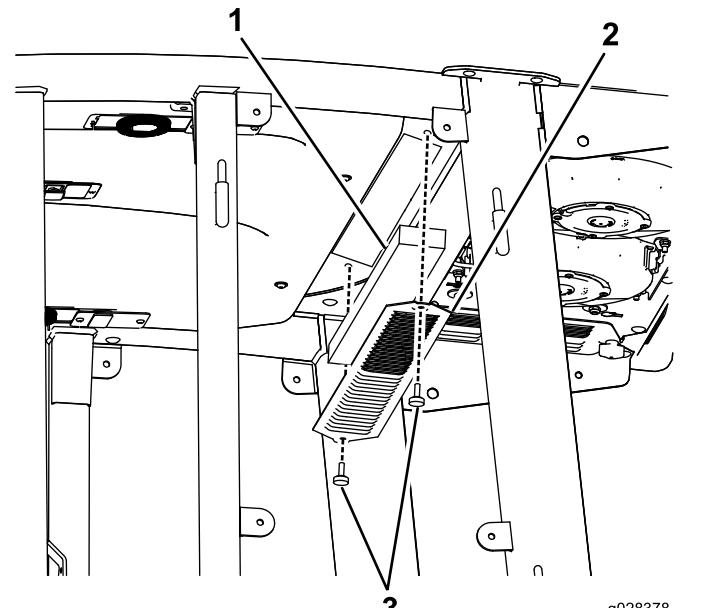

Bild 137
3. Nehmen Sie die 22 Schrauben ab, mit denen das Dach befestigt ist, um das Kabinendach von der Kabine abzunehmen (Bild 137).
4. Entfernen Sie die Luftfilter (Bild 137).
5. Entfernen und reinigen Sie die Klimaanlagenschlangen (Bild 137).